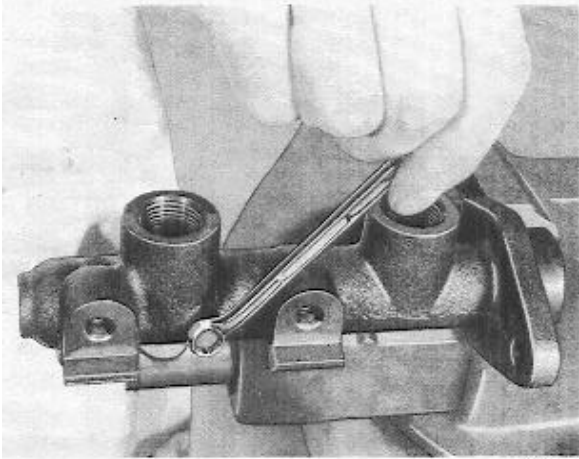
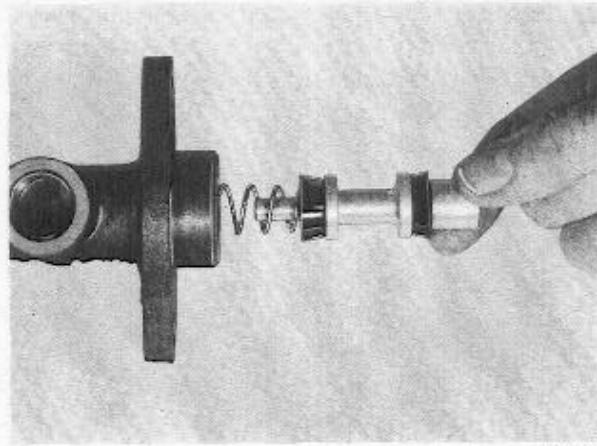
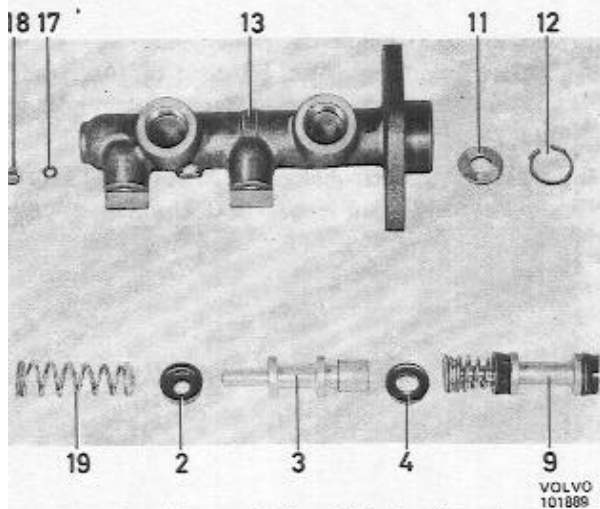
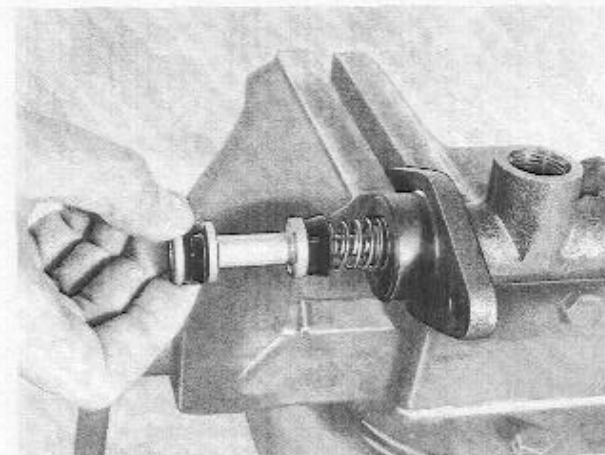

Abb. 53 Ausbau der Anschlagsschraube
Abb. 55 Einbau des Sekundärkolbens
Abb. 54 Hauptzylinder, früh. Ausf., zerlegt
Abb. 56 Einbau des Primärkolbens
3. Anschlagsschraube (Abb. 53) herausdrehen. Sicherungsring für den Primärkolben mit Hilfe einer Seegerringzange abziehen. Kolben ausbauen. Läßt sich der Sekundärkolben nicht herauschütteln, wird in die innere Anschlußbohrung Luft geblasen, die den Kolben herausdrückt. Abb. 54 zeigt einen zerlegten Hauptzylinder früh. Ausf.
1. Kolbendichtungen seitlich auf dem Sekundärkolben einbauen, vgl. Abb. 55.
2. Zylinder inwendig mit Bremsflüssigkeit bestreichen. Kolben und Dichtungen vor Einbau in Bremsflüssigkeit tauchen. Die Feder (19, Abb. 54) auf den Sekundärkolben (3) schieben und diesen in den Zylinder einführen, siehe Abb. 55. Vorsicht beim Einführen der Dichtungen in den Zylinder! Neuen Primärkolben (Abb. 56) einbauen. Kolben eindrücken und mit Scheibe (11) und Sicherungsring (12) absichern.
3. Überprüfen, daß die Gewindebohrung für die Anschlagsschraube offen ist. Schraube (18) mit Dichtring (17) einbauen. Festzug auf 1,0–1,2 mkp.
2. Zylinder inwendig mit Bremsflüssigkeit benetzen, Kolben und Dichtungen vor Einbau in Bremsflüssigkeit tauchen. Die Feder (1) und den Federteller (2) am Sekundärkolben anbringen und diesen einbauen, vgl. Abb. 55. Vorsicht beim Einführen der Dichtungen in den Zylinder.